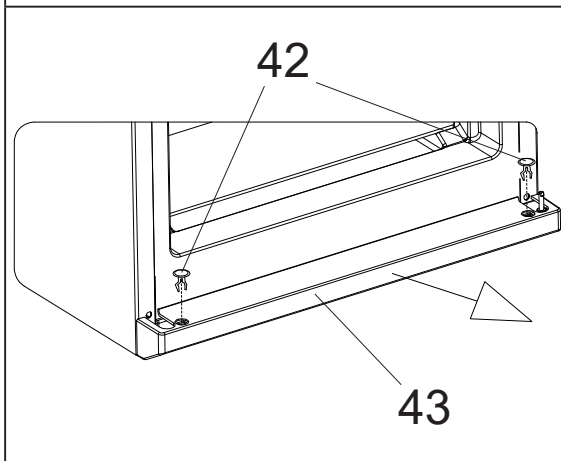

Рисунок 18
6. Малой отверткой подцепите и снимите защелки 42, и движением на себя снимите нижнюю накладку 43 (см. рис. 18).